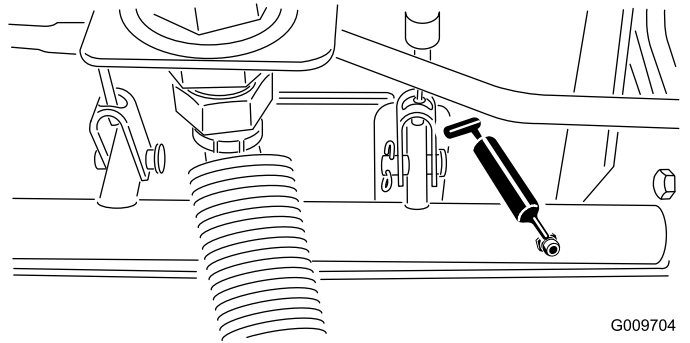

Figura 67
- Rolamentos articulados do eixo do travão (5) (Figura 67)